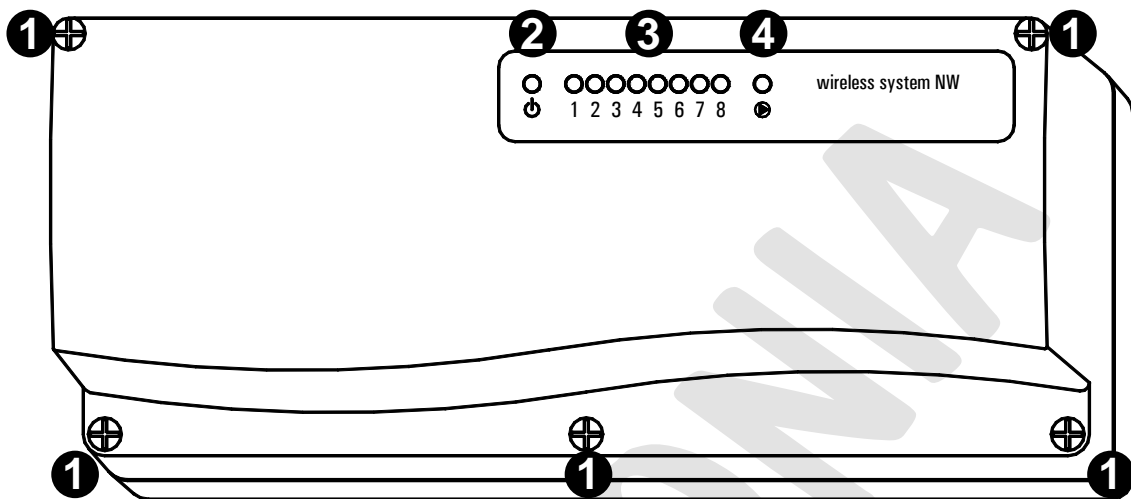

Fig. 1: Trådlös 8-kanals utstyringsenhet, typ DLP 841 M
På Utstyringsenhetens framsida finns det 10 (tio) st lysdioder (se fig. 1) :
Spänning till ☺ [se (2) i fig. 1] :
Status-lysdioder, utgång 1 till 8 [se (3) i fig. 1] :
Status-lysdiod, pump-utgång [se (4) i fig. 1] :